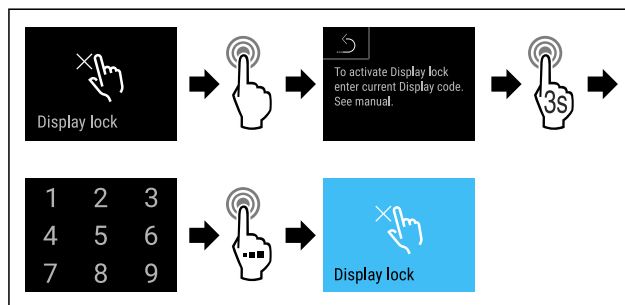

Fig. 79
- ▶ Efectuați pașii de acțiune (vezi Fig. 79) .